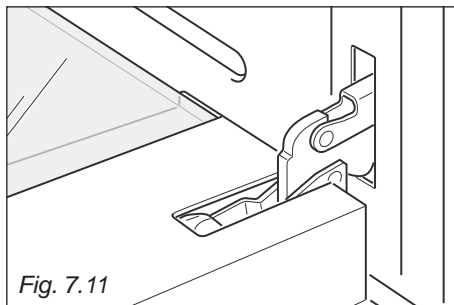

Fig. 7.11
- Verrouillez la porte en position ouverte (fig. 7.11).